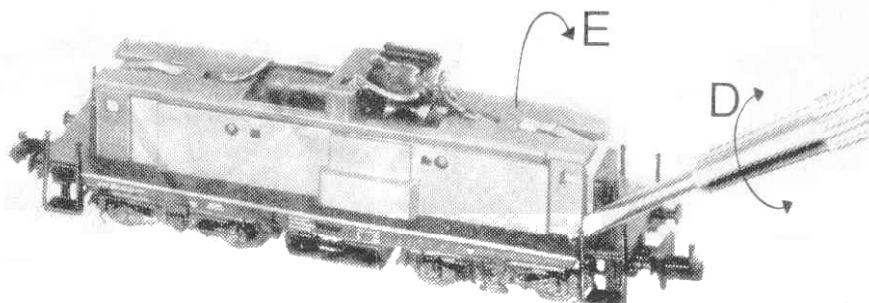
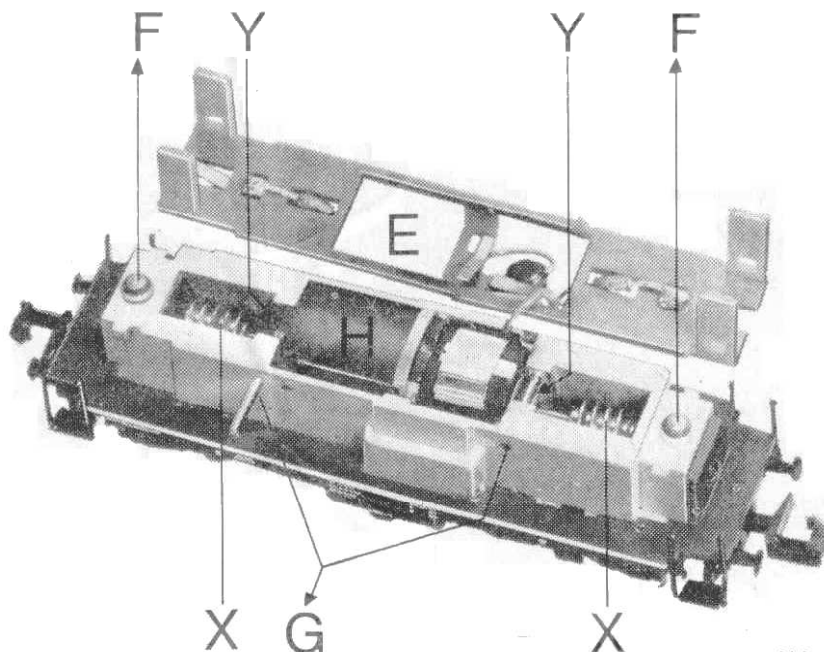

Abb. 3
Abb. 4
Haltestege der Schaltungsplatine durch vorsichtiges Drehen eines Schraubenziehers (D in Abb. 3) aus den Haltenasen ausrasten und Platine nach hinten wegklappen (E). Vorsicht, daß Anschlußdrähte nicht abgerissen werden! Motor-Haltestifte G (Abb. 4) zunächst von einer Seite mit Stecknadel o. ä. aus den Bohrungen herausdrücken und dann vollständig herausziehen. Motor H kann dann nach oben herausgenommen werden. Beim Wiedereinsetzen des Motors darauf achten, daß das abgewinkelte Kontaktblech an der Bürstenhalterung nach unten kommt und daß die Schnecken gut in die Zahnräder eingreifen. Haltestifte G nicht mit Gewalt in die Bohrungen drücken!
Gehäuse und Schaltplatine, wie beschrieben, abnehmen. Die Glühlampen F (Abb. 4) können dann nach oben aus dem Metallblock herausgenommen werden.